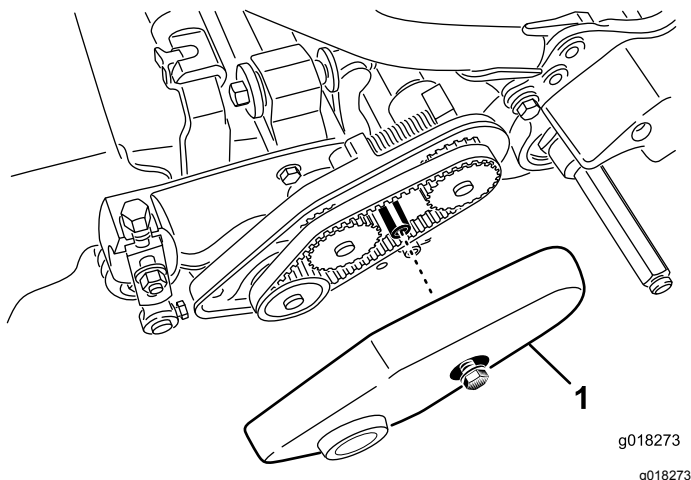

Figura 44
2. Allentate il bullone della flangia che fissa il copricinghia e togliete il copricinghia per accedere alla cinghia (Figura 44).